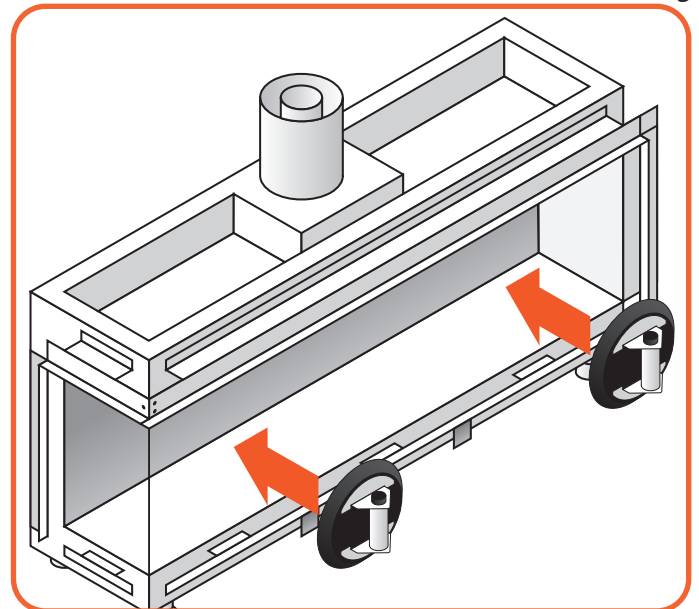

Abb. 9.5 Anlegen des Saugnapfes
- Setzen Sie den Saugnapf auf die Scheibe und vergewissern Sie sich, dass er sich fest angesogen hat (Abbildung 9.5).